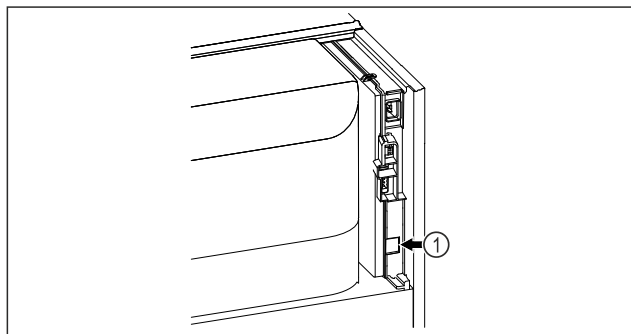

Fig. 108
- ☐ SmartModule Fig. 108 (1) è inserito.